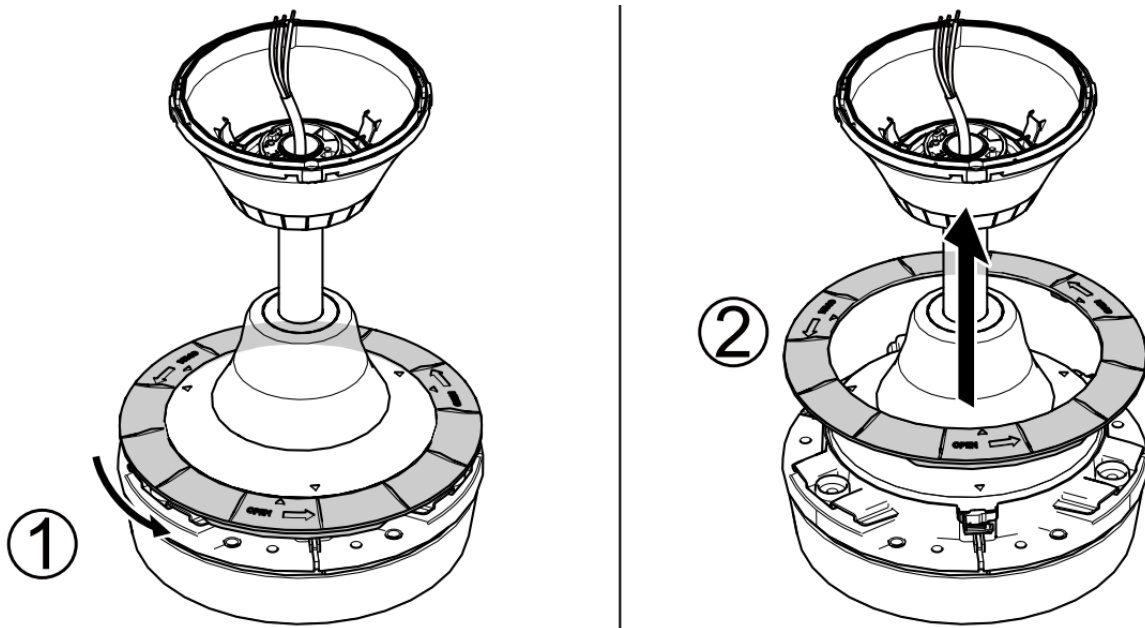

Fig. 7
INSTALACIÓN DE LAS ASPAS (Fig. 7)
1. Gire la cubierta de la carcasa del ventilador en sentido antihorario hasta la posición abierta y levántela (Fig. 7)